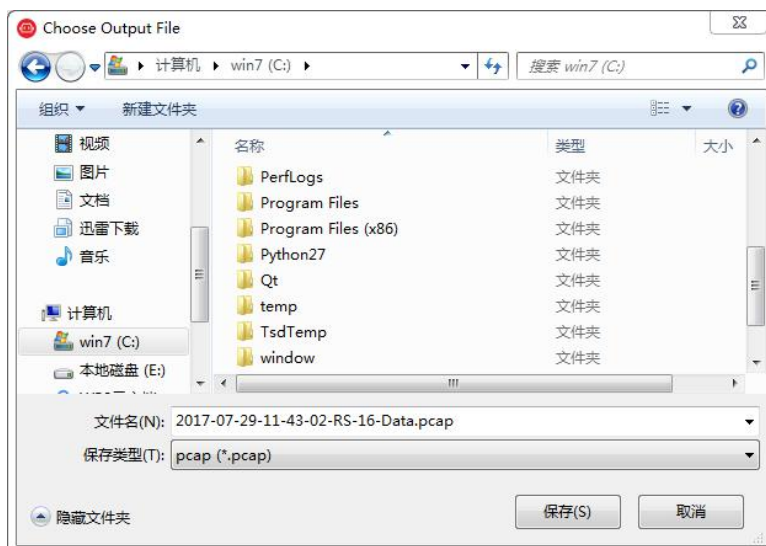

图 D-5 RSView 保存对话框
2. 在弹出的 **Choose Output File** 对话框中，选择需要保存的路径和保存的文件名后，点击“保存 (S)”按钮(图 D-5)。RSView 将开始将数据包文件写入目标 pcap 文件中。(注意：RS-Ruby Lite 将会产生大量的数据，随着记录时间变长，目标 pcap 文件将会变大。因此最好将记录文件保存到 HDD 或者 SSD 中，而不是保存到较慢的 USB 设备或者用网络保存)。